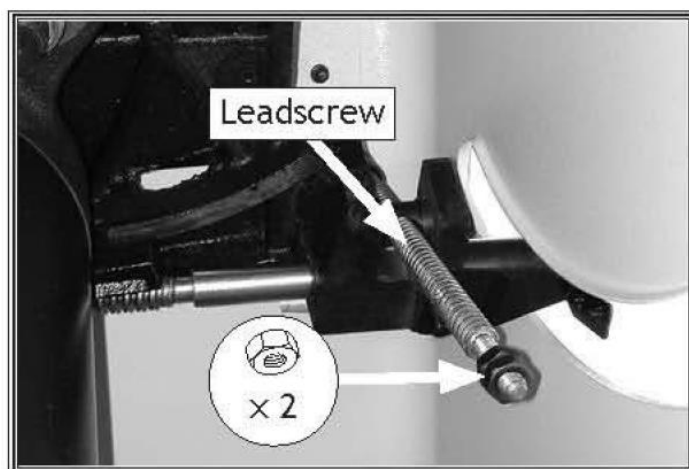

Рисунок 101. Расположение стопорных гаек под углом 90°.
5. Ослабьте (2) шестигранные гайки M8-1.25 на ходовом винте (см. рисунок 101).